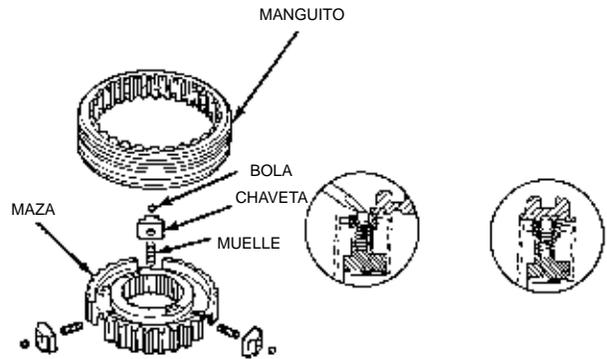

Fig. 117 Conjunto del sincronizador
(2) Instale los muelles en la ranura de la maza (Fig. 117).